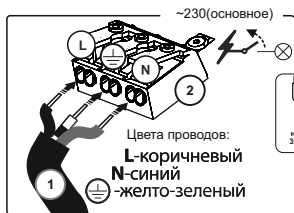

Рисунок 4
4.3.1 Подключение основного питания (рисунок 4) (клеммная колодка без этикетки): подключите токоподводящий кабель (1) к клеммной колодке светильника (2), соблюдая цветовую маркировку.